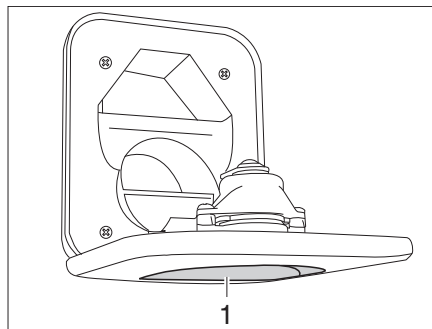

Fig. 271 Bec de remplissage d'eau fraîche pour les toilettes
- Ouvrir le bec de remplissage d'eau fraîche pour les toilettes (Fig. 271,1) au-dessus du portillon de la cassette Thetford et le faire pivoter vers le bas.